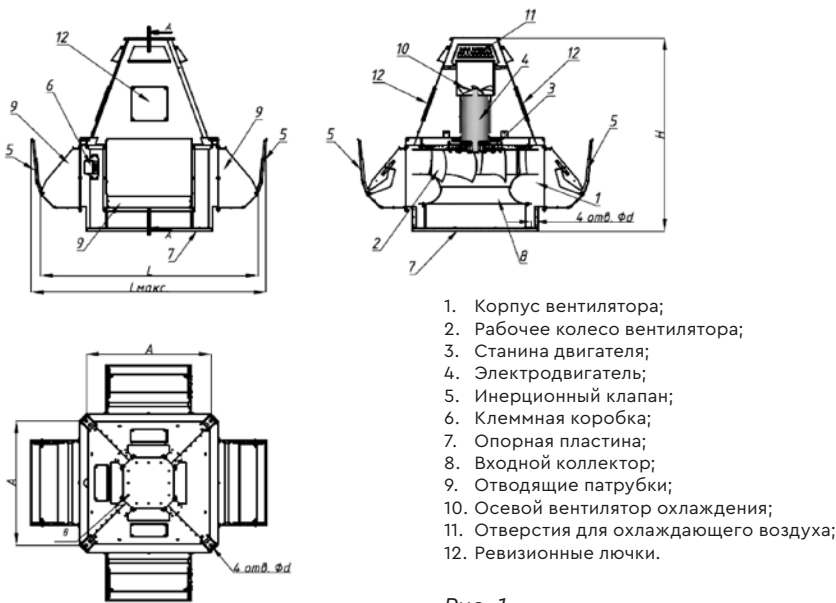

Рис. 1.
- 5.1. Вентилятор радиальный VR PatAIR-Caldera состоит из прямоугольного корпуса 1 и размещенного внутри рабочего колеса вентилятора 2, установленного на валу электродвигателя 4. (См. рис. 1). Двигатель установлен на станине 3 вне потока воздуха. Для выброса воздуха вентилятор оснащен четырьмя инерционными клапанами 5, которые открываются потоком воздуха при включении вентилятора и закрываются под действием гравитационных сил при отключении вентилятора. На корпусе вентилятора установлена клеммная коробка 6 с клеммной колодкой для подключения вентилятора к электрической сети переменного тока.
- 5.5. В верхней части корпуса вентилятора (см. рис. 1) расположен электродвигатель 4. Расположение электродвигателя вентилятора выполнено таким образом, чтобы исключить попадание удаляемой дымовоздушной смеси на электродвигатель.
- 7.4. Крепление вентилятора на оголовки вентиляционной шахты в строительном исполнении или специальный монтажный стакан (в комплект поставки не входит) выполняется через штатные отверстия в опорной пластине вентилятора. Межцентровое расстояние А и диаметр отверстий крепления может меняться в зависимости от типоразмера вентилятора (см. рис. 1, табл. 2).
Конструкция опорных элементов выполняется силами проектной организации с учетом точек крепления (см. рис. 1, табл. 2) и массы вентилятора (см. прил. 1).